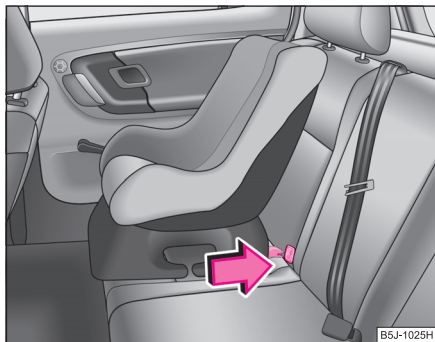

Abb. 131 Der ISOFIX-Kindersitz wird in die montierten Aufnahmebühnen geschoben
- Schieben Sie die Rastarme des Kindersitzes über die montierten Aufnahmebühnen in die Halteösen, bis er hörbar einrastet ⇒ Abb. 131.